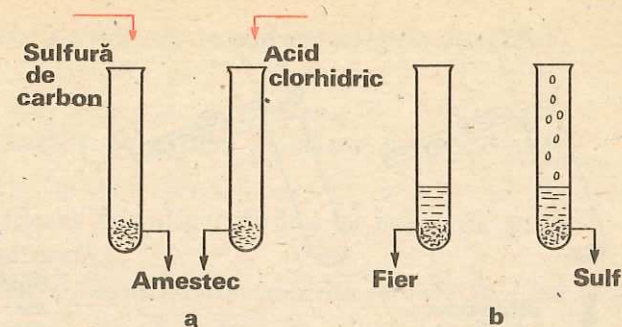

Fig. 1.18. Acțiunea sulfurii de carbon și a acidului clorhidric asupra amestecului de sulf și fier
b. În prima, turnați sulfură de carbon, iar în cealaltă soluție de acid clorhidric (fig. 1.18, a).
Ce fenomen observați? (Vezi fig. 1.18, b.)